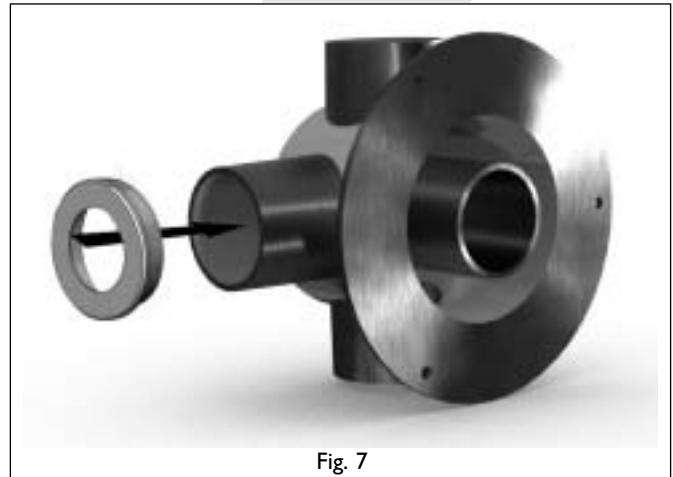

Fig. 7
Sur les versions 12kW et 16kW, la restriction – si nécessaire – sera placée dans le raccord du conduit d'évacuation des gaz du manifold, avec un mastic thermorésistant. (voir fig. 7).
- Si nécessaire, fixez la restriction dans le raccord du conduit d'évacuation des gaz du manifold avec le mastic thermorésistant fourni ; voir le Tableau 2 ; voir la Fig. 7.